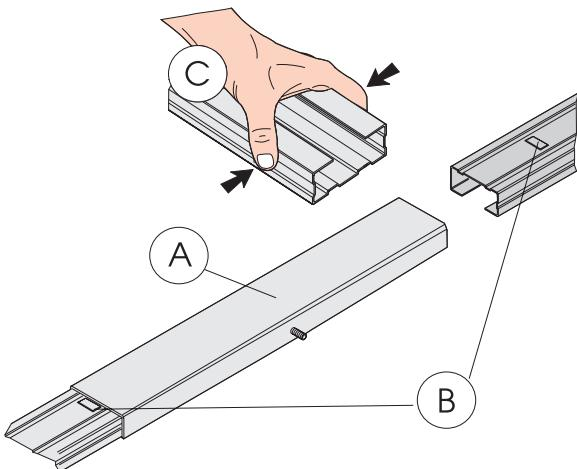

Fig. 6
- Assemblare i due pezzi della guida di scorrimento inserendoli nel giunto centrale (Fig. 6 rif. A) fino a portare in battuta i rilievi metallici di riferimento (Fig. 6 rif. B). Per facilitare l'innesto della guida di scorrimento si consiglia di inserirla nel giunto centrale comprimendola come indicato in Fig. 6 rif. C. Non utilizzare utensili che potrebbero deformare la guida od il giunto.